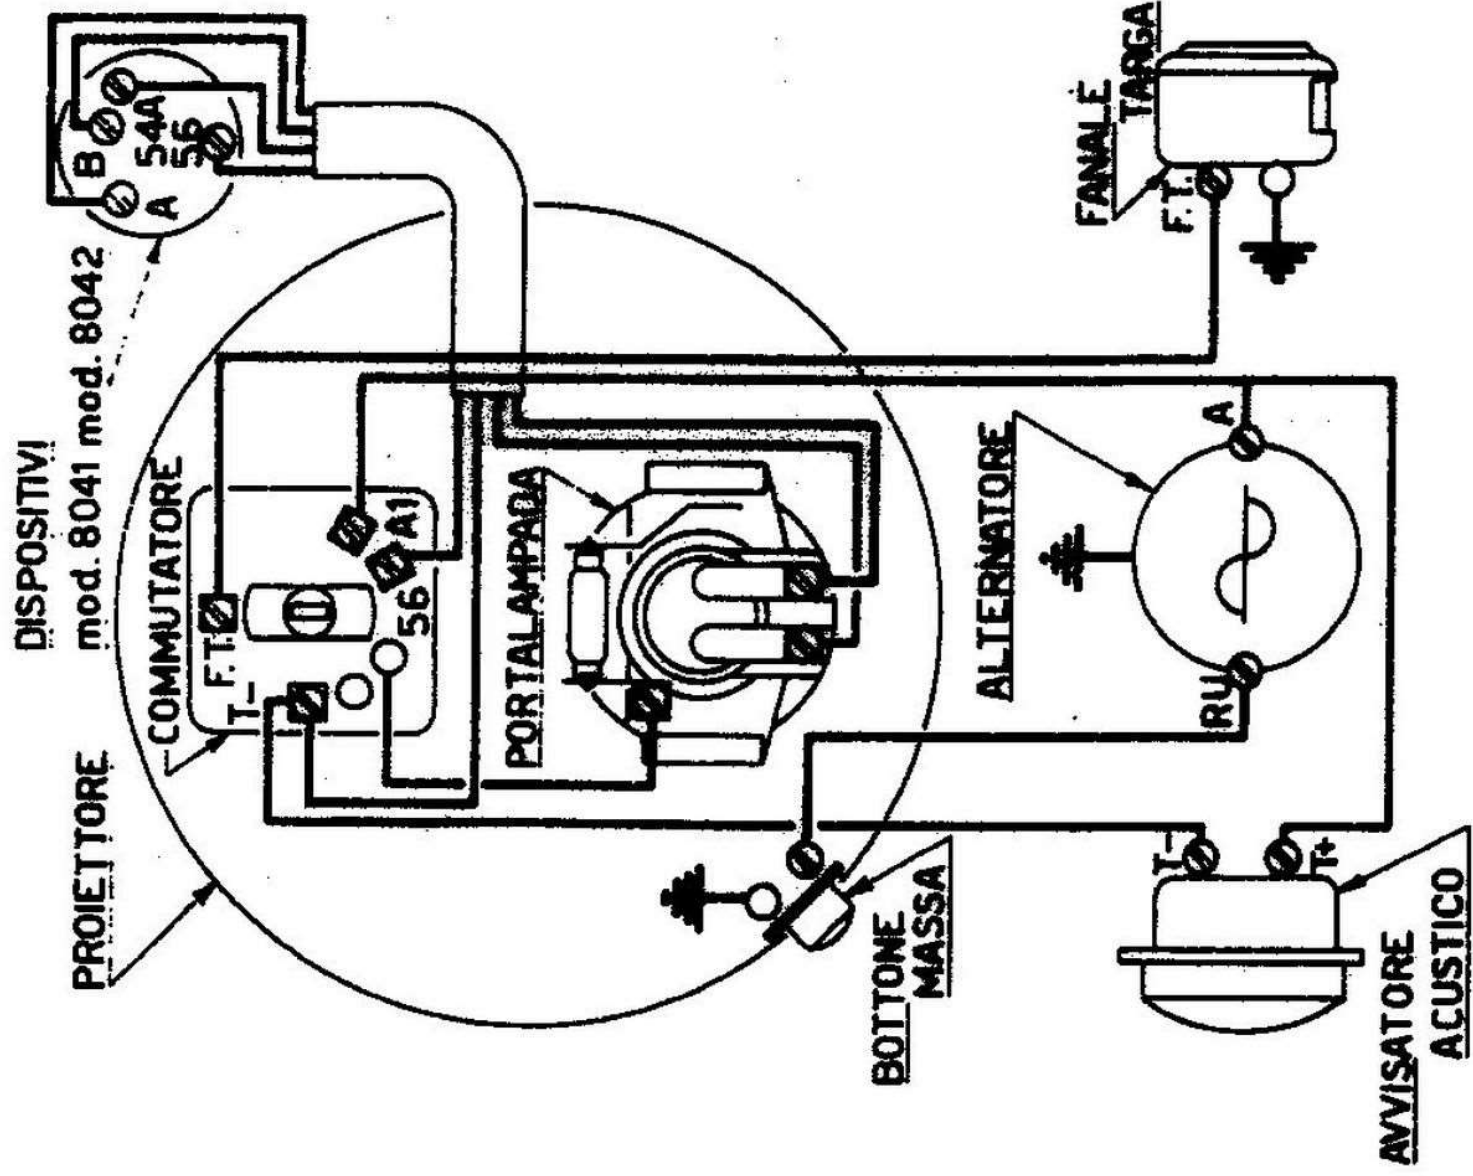

Fig. 6
Per il freno posteriore, che è comandato a pedale, la registrazione si fa agendo sul dado (B) montato sul tirante che comanda il freno, in modo che la corsa di avvicinamento all'estremità del pedale non sia superiore a 8-10 mm. (fig. 6).